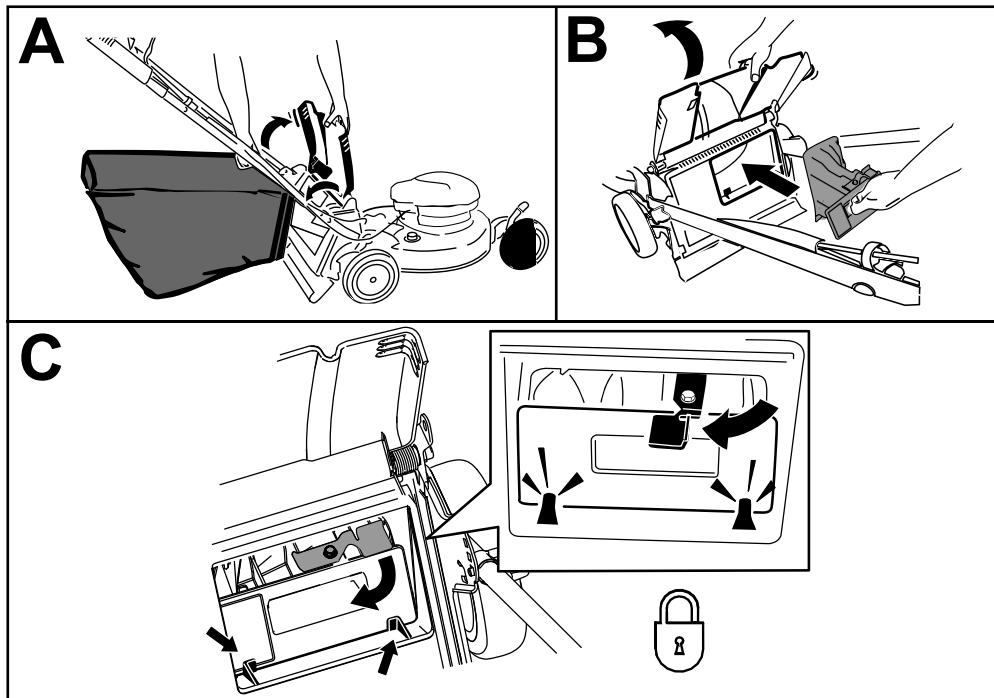

Figura 18
1. Levante y sujete el deflector trasero y levante la bolsa de recogida por el asa para separarla de las muescas de los soportes del manillar (Figura 18, A).
2. Instale el tapón trasero (Figura 18, B).
**Importante:** Asegúrese de que el tapón trasero está bloqueado en su sitio. Para bloquear el tapón, presione firmemente hasta que encaje en su lugar detrás de las pestañas, y gire la palanca del tapón a la izquierda (Figura 18, C).